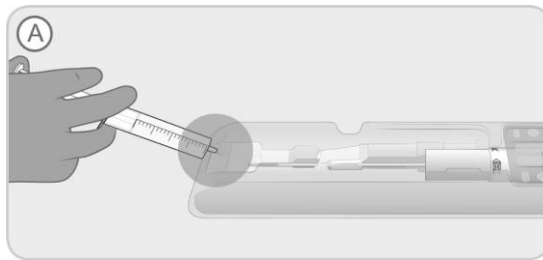

Figura 2. Riempire l'incavo del vassoio con soluzione salina non eparinata.
- A. Con il vassoio in piano nel campo sterile, riempire l'incavo all'estremità del vassoio (indicato sul vassoio con la lettera "A") con soluzione salina sterile non eparinata (20 cc circa) per immergere l'impianto, Figura 2.